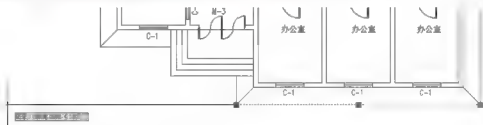

图 3.34 由下部散水准线生成辅助线 1
- (1) 生成辅助线：用夹点编辑中的【拉伸】命令将散水准线拉长生成辅助线。
- ① 在命令行无命令的状态下选中下部的散水准线，会出现 3 个蓝色的夹点。单击左侧的夹点，该夹点变红，打开【正交】功能，将光标水平向左拖动至如图 3.34 所示的位置。